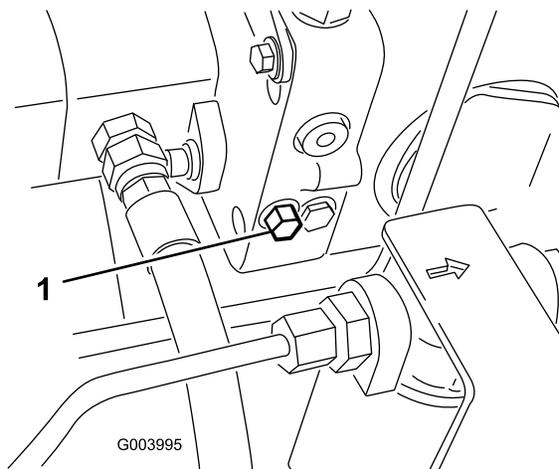

図 44
1. バイパスバルブはไฮドロスタットの左側にある（図 44）。バイパスバルブを右または左1～1.5回転させると内部でバイパスが形成される。これにより、トランスミッションを破損することなく、機械を押して低速で移動できるようになる。